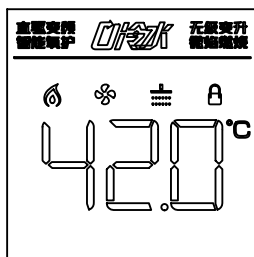

图48
- 开机未开水状态长按  5秒，蜂鸣器鸣叫一声，童锁图案闪烁3次然后熄灭，此时童锁功能为开，开水后显示效果如图48。